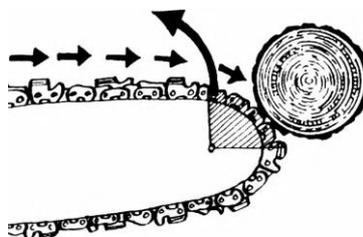

Figura 6.
- **Contragolpe:** puede ocurrir cuando la cadena en movimiento en la zona del cuadrante superior de la punta de la espada, toca con un objeto sólido o se queda aprisionada (figura 6). Para evitarlo: